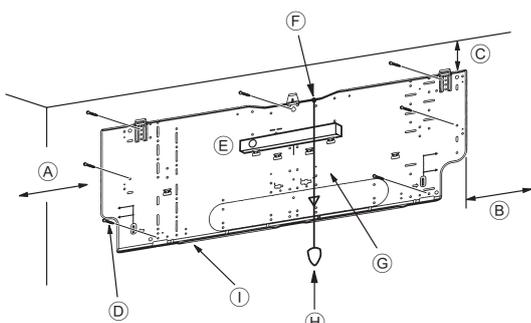
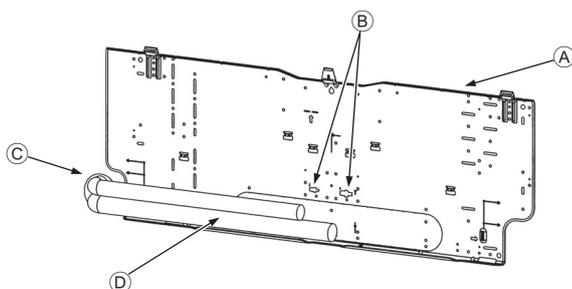

Fig. 3-4
Fig. 3-5
■ PKA-A-KA(L) (Fig. 3-4)
- (A) Min. 90 mm, 3-35/64 inch
- (B) Min. 200 mm, 7-7/8 inch
- (C) Min. 70 mm, 2-3/4 inch
- (D) Vis de fixation (4 × 25) ②
- (E) Niveau
- (F) Serrer le filetage sur l'orifice.
- (G) Placer le niveau contre la ligne de référence horizontale de la planche d'installation et monter à niveau. Maintenir le filetage et aligner avec ▽ EPK de la planche d'installation pour mettre à niveau.
- (H) Poids
- (I) Planche d'installation ①
3.3. Lors de l'insertion des tuyaux dans le mur (Fig. 3-5)
- (A) Planche d'installation ①
- (B) Marquage de référence des raccords évasés
- (C) Orifice passant
- (D) Tuyauterie sur site